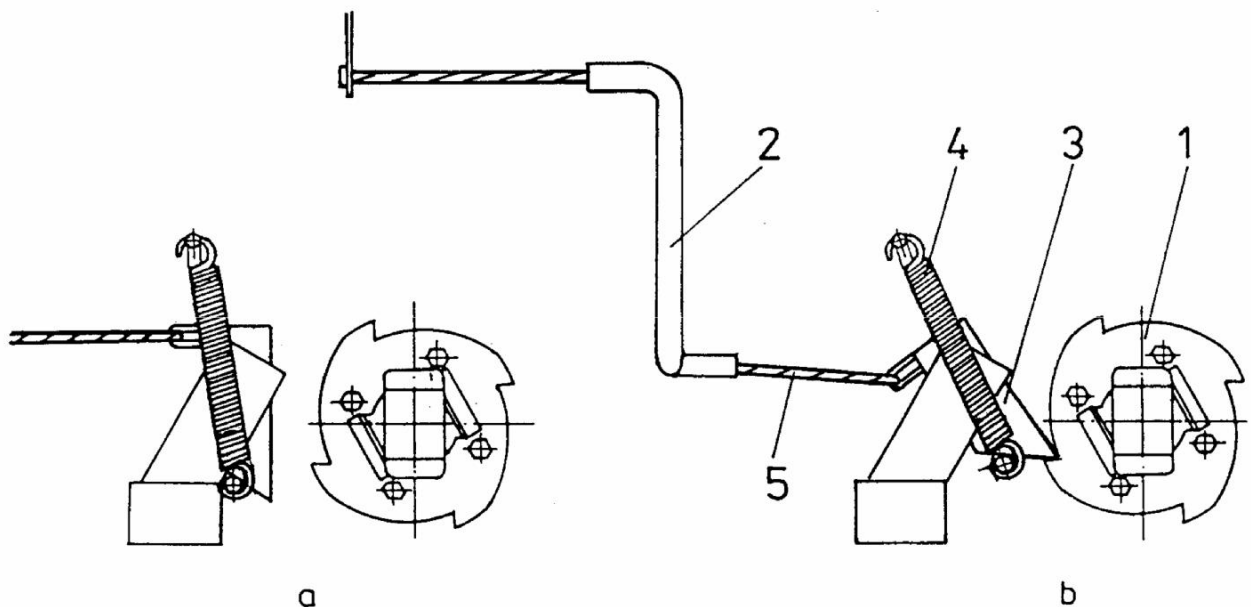

Abb. 6 Antriebsnotschalter
In der Konstruktion wurde ein Antriebsnotschalter in Form einer Ratschenkupplung angewandt, das zum sofortigen Ausschalten des Antriebs durch das Bedienungspersonal des Sortiertisches dient. Das Klinkenrad (1 Abb. 6), das an der Scheibe der Überlastkupplung befestigt ist, bildet gleichzeitig ein Element des Keilschlitzes der Gelenkwelle. Die Klinke (Ratsche) (3) – montiert auf einer Achse im Rahmen der Vollerntemaschine – ist gespannt mittels der Feder (4) und wird gehalten in der Ausschaltlage. Das Seil (5) ist befestigt an der Ratsche und ausgeführt in Abdeckungen (2) über dem Reglerhaltetisch.